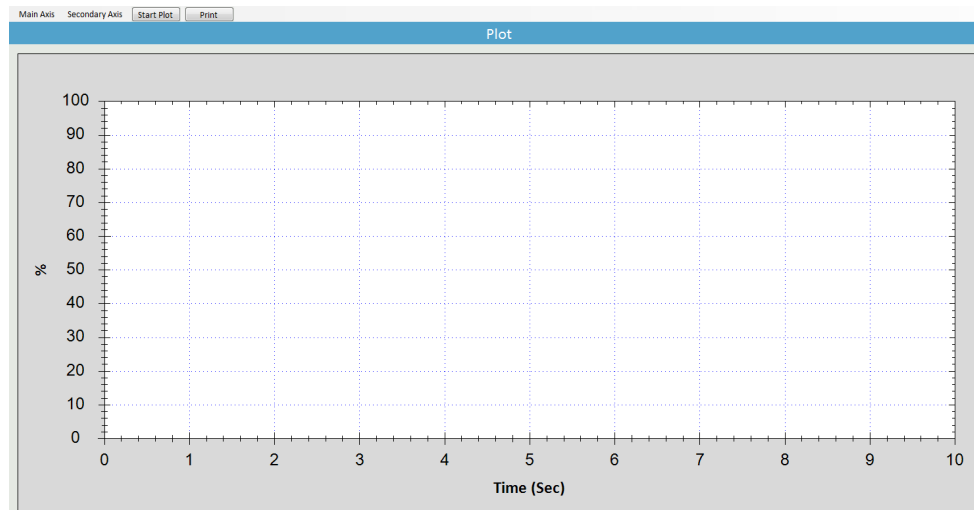
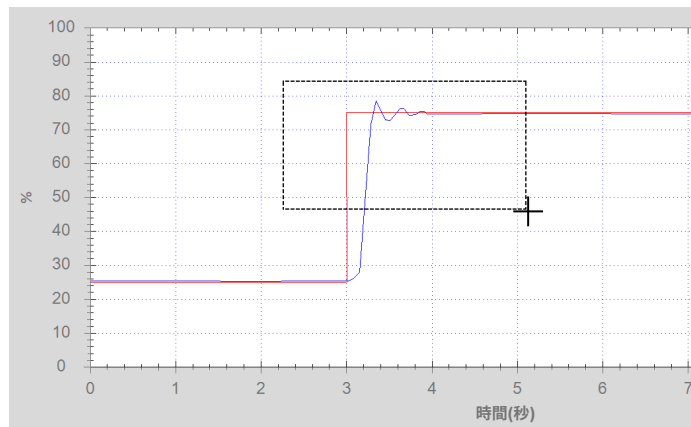

Figure 47: プロットスクリーン
Figure 49: プロットスクリーン内でのマーキーの選択
**注記** プロットスクリーンには2つの別個のエリアがあります: 水平軸と垂直軸の間のスペースである動作領域および、範囲と計測単位を表示するスペースである余白です。余白領域は、Figure 47 および Figure 49では、グレースアウトされています。実際のプログラムではグレースアウトされていません。